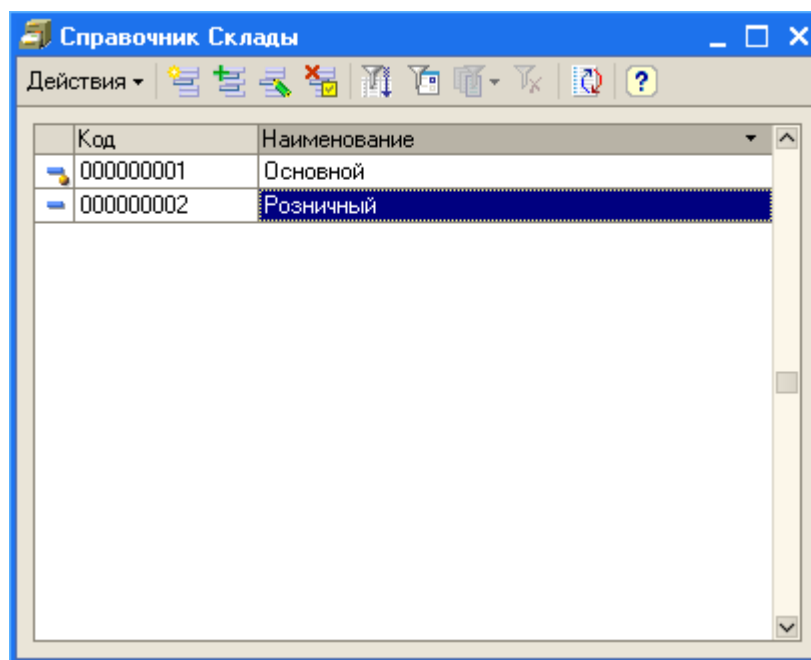

Рис. 27. Элементы справочника «Склады»
5. Запустите 1С:Предприятие в режиме отладки и откройте справочник Склады. Добавьте в справочник еще один склад с названием Розничный (рис. 27):